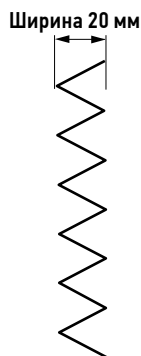

Рис. 1.
**Плиссе** представляет собой тканевое полотно (полиэстер) с заложенными (на сгибах спаянными) складками шириной 20 мм. Варьирование тканей (полиэстер), разных по текстуре, плотности, расцветкам, в сочетании с волнистой поверхностью придает шторам особый шарм, а помещению, в котором они используются, неповторимый стиль (Рис.1).